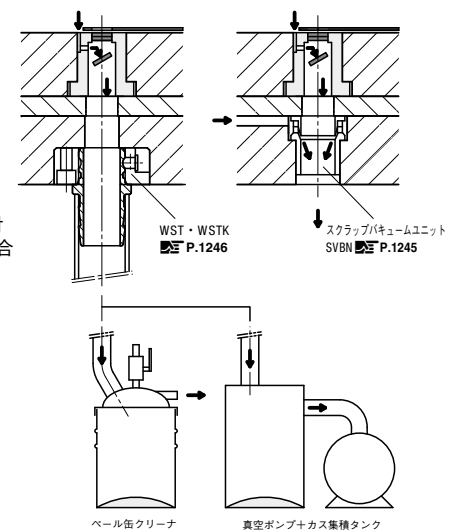

図2 各種バキューム装置との組み合わせ例
- バキューム装置として真空ポンプの代わりにスクラップバキュームユニット (型番 P.1245) や市販のベール缶取付タイプのクリーナ等を用いることも可能です。これらの場合はコンプレッサ等の圧縮空気が駆動源になります。[図2]